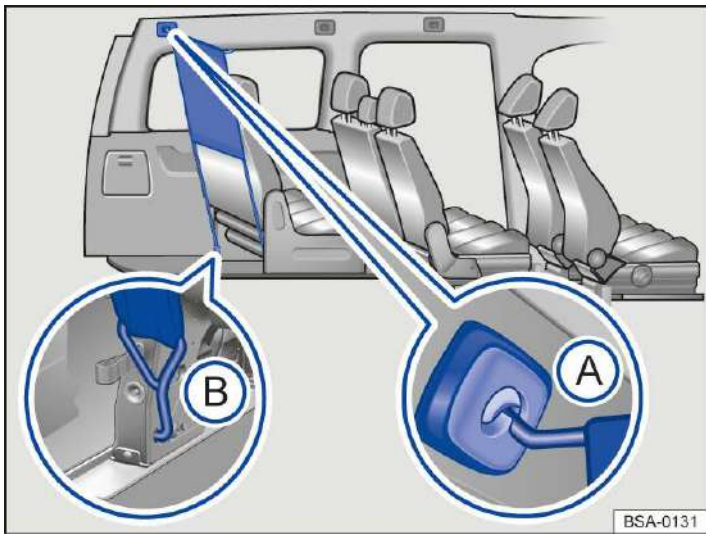

Abb. 4 Netztrennwand hinter der dritten Sitzreihe eingebaut.
1. Netztrennwand in die *hintere linke* Aufnahme im Dach einhaken → Abb. 4 **A**.
3. Netztrennwand in der Sitzbefestigung einhaken → Abb. 4 **B**.